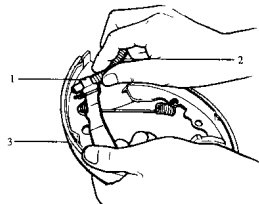

图 13-5
(8) 从驻车制动摇臂上拆下驻车制动钢索,卸下制动蹄片(图13-5)。